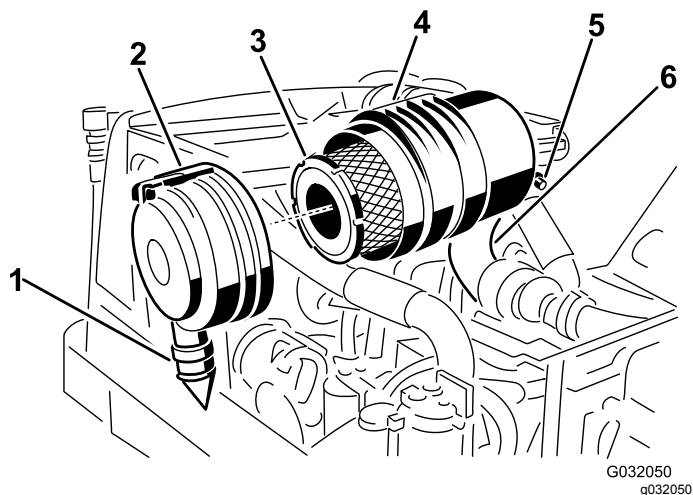

Рисунок 46
2. Снимите фильтр грубой очистки (Рисунок 46).
3. Замените фильтр грубой очистки (Рисунок 46).
7. Установите крышку так, чтобы резиновый выпускной клапан находился в нижнем положении — примерно между «5 и 7 часами» при взгляде с торца, и зафиксируйте защелку (Рисунок 46).